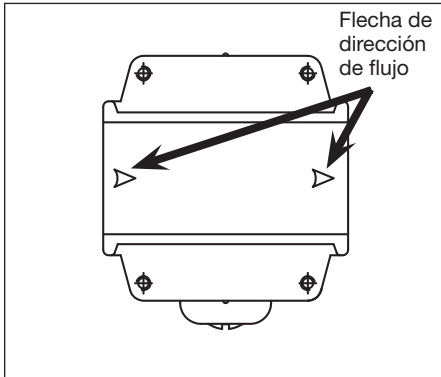

Figura 2 - Detalle mostrando ubicación de la flecha de dirección de flujo
1. Esta flecha indica la dirección del flujo de aire (Vea Figura 2). Esta flecha muestra la dirección del flujo de aire, o sea, apunta hacia la salida.